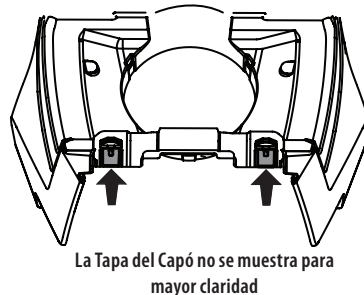

Figura 7
- Una vez que la tapa del capó está en su lugar, las dos lengüetas de traba que están cerca del capó deben ser tiradas hacia arriba para trabar la tapa del capó en su lugar. Consulte la Figura 7.